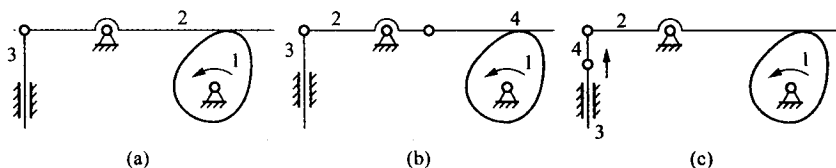

图1-4 题1.4.2图
1.4.2 图1-4(a)机构运动方案为什么不能动？哪一个修改方案是合理的？为什么？